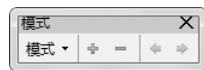

图 11-5 “模式”工具栏
- “模式”工具栏用于控制当前元件的显示模式，如图 11-5 所示。